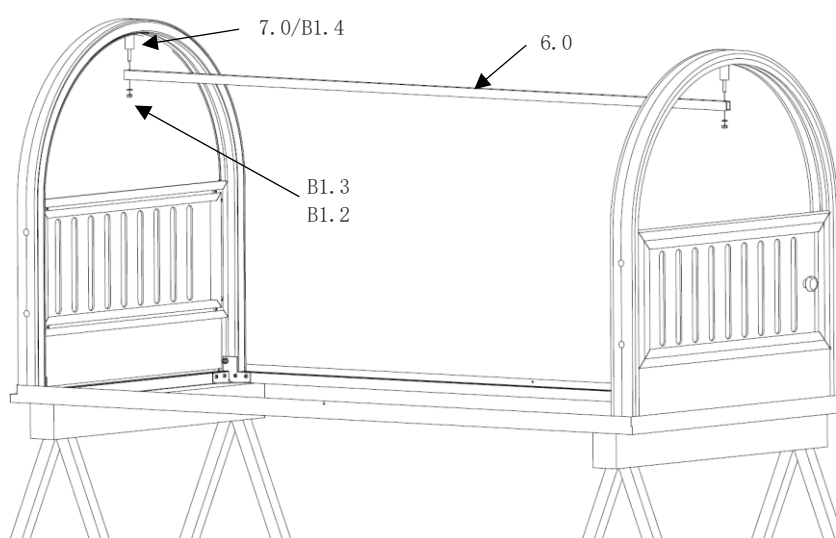

Abb. 16
- die erste Distanzhülse (Pos. 7. 0) mit Aussteifungsrohr (Pos. 6. 0) und Sechskantschraube (Pos. B1. 4) mittels Sechskantmutter (Pos. B1. 2) U-Scheibe (Pos. B1. 3) verschrauben. (Abb. 16)
- dann die zweite Distanzhülse (Pos. 7. 0) positionieren und verschrauben. (Abb. 16)